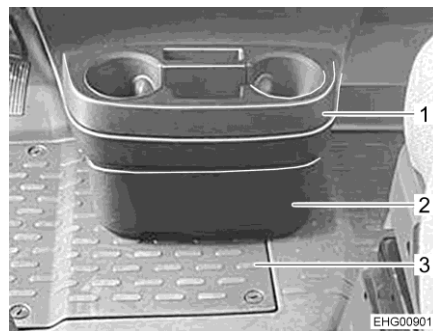

Fig. 88 Portavasos y subwoofer
Para acceder a la batería, se tiene que desmontar primero el subwoofer (Fig. 88,2) del sistema de sonido.
- Extraer el subwoofer (Fig. 88,2) y ponerlo a un lado.
- Abrir la placa del fondo (Fig. 88,3).
- Sujetar el subwoofer (Fig. 88,2) debajo del portavasos (Fig. 88,1).